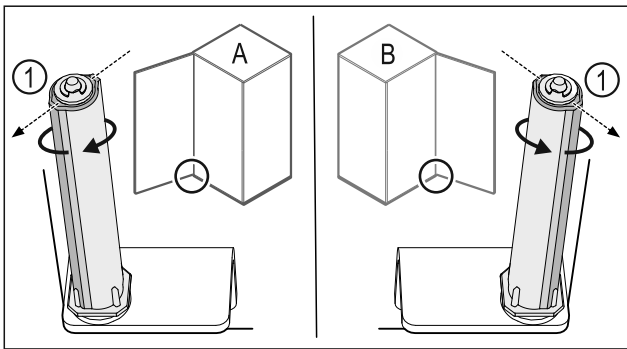

Fig. 44 Linksanschlag (A) / Rechtsanschlag (B)
- ▶ Schließsystem gegen den Widerstand drehen, bis der Steg des Schließsystems Fig. 44 (1) nach außen zeigt.